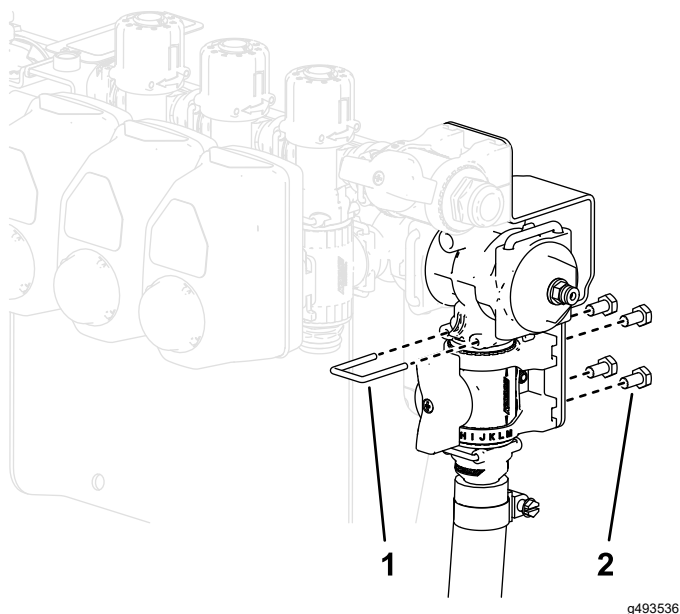

Bild 32
14. Verbinden Sie die Regelventilbaugruppe mit dem geraden Anschlussstück an der Unterseite des T-Verteilers mit dem mitgelieferten Arretierbügel (Bild 32).
15. Montieren Sie die Regelventilbaugruppe mit vier Schrauben (M6) an der Unterseite der Regelventilhalterung, wie in Bild 32 dargestellt.